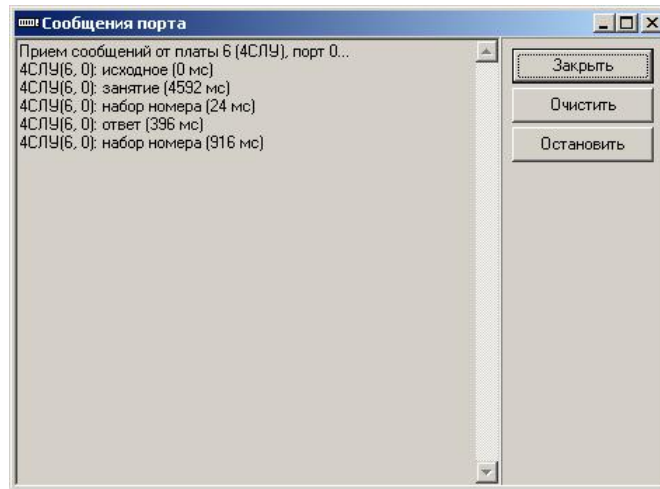

Рисунок 40
- выбрать из предложенного списка необходимый порт, после чего появится окно трассировки (рис.40);